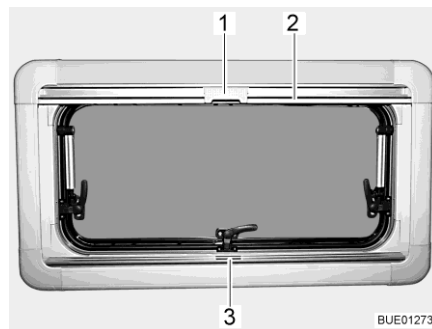
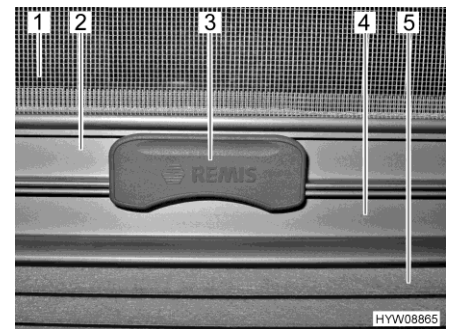

Fig. 14 Finestra apribile
Fig. 15 Aggancio
La tendina oscurante pieghevole (Fig. 15,5) è montata nella cassetta inferiore.
- Afferrare la tendina oscurante pieghevole per la parte centrale della barra di presa (Fig. 14,3 e Fig. 15,4), tirarla dal basso verso l'alto e rilasciarla nella posizione desiderata. La tendina oscurante pieghevole rimane in questa posizione.
Zanzariera a rullo La zanzariera a rullo (Fig. 15,1) è montata nella cassetta superiore.
- Tirare la zanzariera a rullo accompagnandola con la barra di presa (Fig. 14,2 e Fig. 15,2) verso il basso, fino a quando la barra di presa non arriva a contatto con la tendina oscurante pieghevole (Fig. 15,4).
- Bloccare l'aggancio (Fig. 14,1 e Fig. 15,3) della zanzariera a rullo nella barra di presa della tendina oscurante pieghevole. Se l'aggancio risulta bloccato, la tendina oscurante pieghevole e la zanzariera a rullo possono essere spostate insieme.
- Premere in alto l'aggancio (Fig. 15,3) sulla zanzariera a rullo.
- Ricondurre lentamente la zanzariera a rullo accompagnandola con la barra di presa (Fig. 14,2).